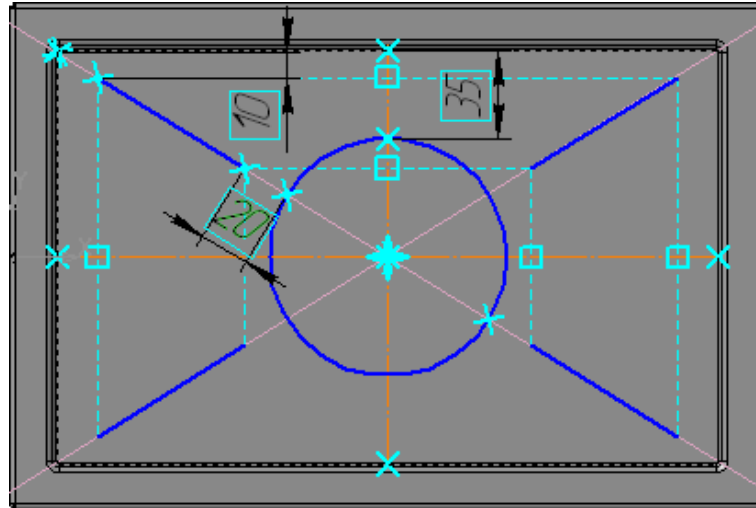

Рисунок 65.
- В эскизе постройте объекты, как это показано на рисунке. При построении отрезков используйте плоскую параметрическую симметрию. Проставьте размеры (рис. 65).